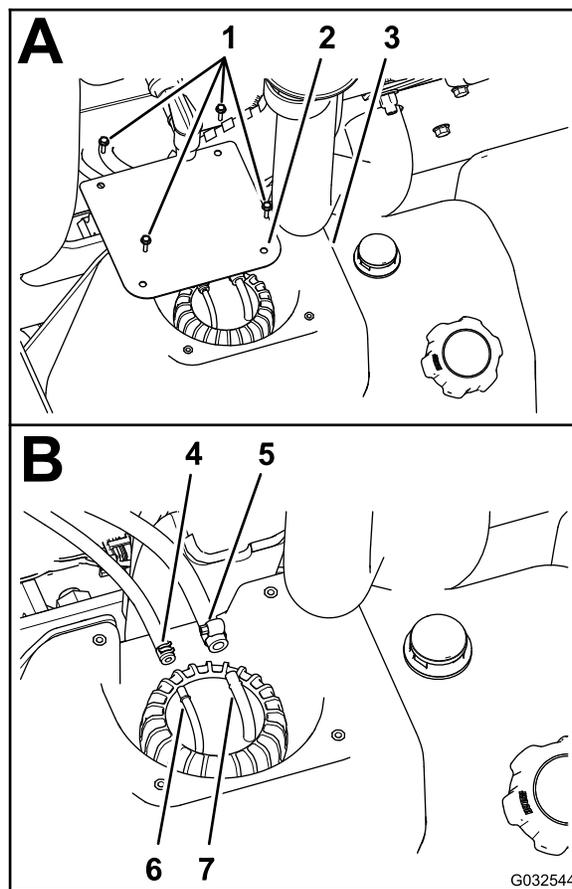

Рисунок 76
2. Выверните 4 винта (№ 10 x ¾ дюйма), которые крепят крышку к верхней части топливного бака, и снимите крышку (Рисунок 76).
3. Ослабьте хомуты крепления двух топливных шлангов к двум штуцерам шлангов в верхней части узла вертикальной трубы (Рисунок 76).
4. Отсоедините два шланга от шланговых штуцеров и дайте топливу из шлангов стечь в утвержденную к применению топливную емкость (Рисунок 76).
4. Подсоедините топливный шланг диам. ¼ дюйма (6,4 мм) к штуцеру ¼ дюйма (6,4 мм) и закрепите с помощью хомута (Рисунок 76).
5. Подсоедините топливный шланг диам. 5/16 дюйма (8 мм) к штуцеру 5/16 дюйма (8 мм) и закрепите с помощью хомута (Рисунок 76).